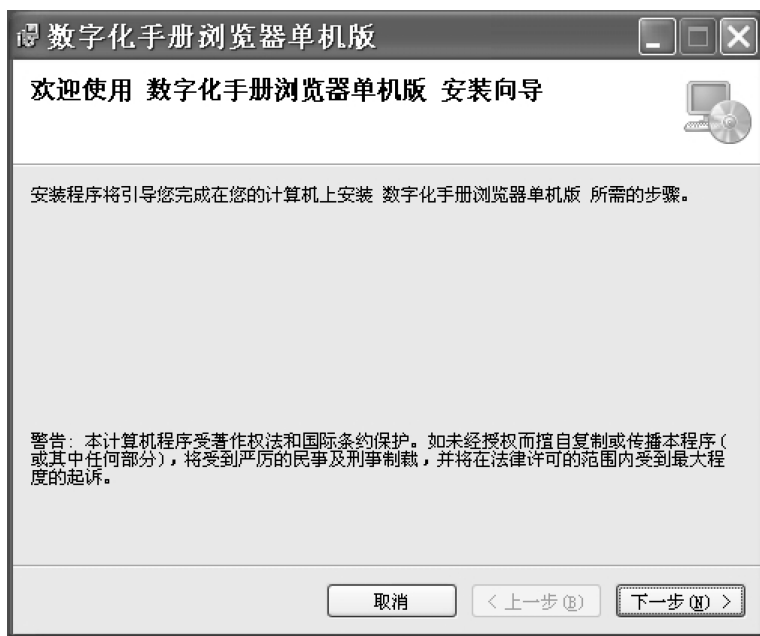

图 1-4 “数字化手册浏览器单机版”安装向导窗口
4) 完成安装后进入图 1-4 所示的“数字化手册浏览器单机版”安装向导窗口。在阅读警告内容并表示同意后, 单击“下一步”。